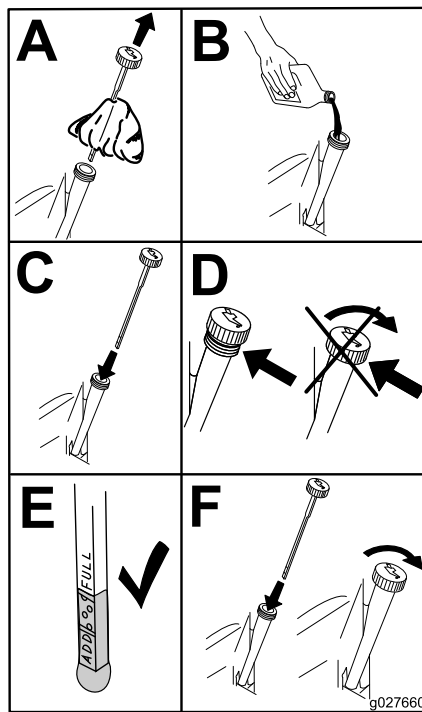

Figure 41
4. Versez lentement environ 80 % de l'huile spécifiée dans le tube de remplissage, puis faites l'appoint lentement pour faire monter le niveau jusqu'au repère maximum (Full) (Figure 41).